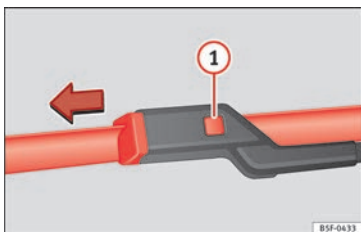

Fig. 89 Remplacement du balai d'essuie-glace avant.
- Appuyez sur le bouton de sécurité ① » » **fig. 89**.